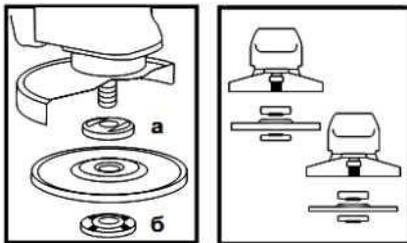

Рисунок 2
4.4 Встановіть на виріб шліфувальний або відрізний круг. Для цього натисніть на кнопку фіксації шпинделя (1) і поверніть шпиндель до такого положення, при якому він зафіксується. За допомогою вилочного ключа з комплекту виробу відверніть і зніміть затискну гайку (б) (дивіться рисунок 2). Встановіть шліфувальний диск на посадкове місце фланцевої шайби (а) (рисунок 2), наживив рукою затискну гайку на шпиндель і затягніть її ключем із комплекту виробу.